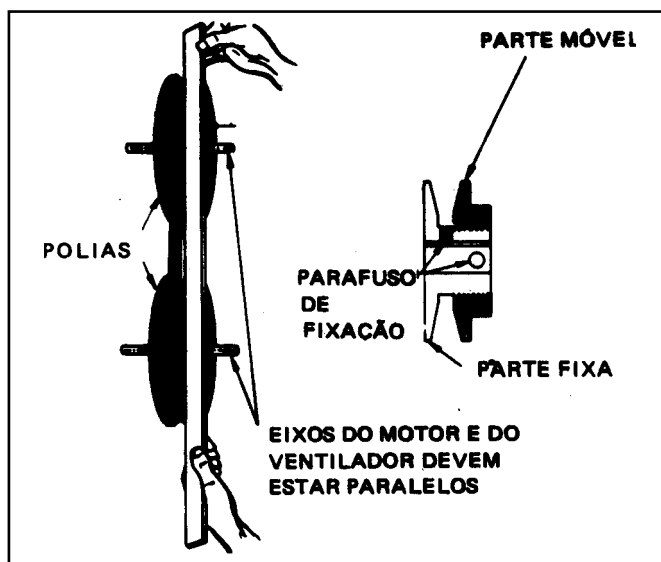

Figura 4 - Ajuste das polias.
- (2º) Afrouxe o parafuso de fixação da parte móvel da polia do motor (veja Figura 4)